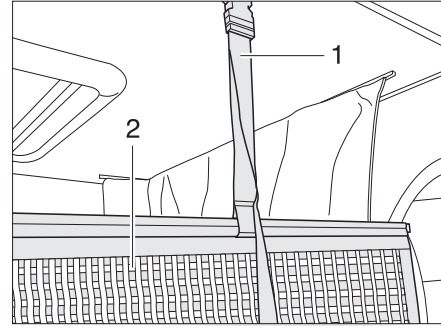

Fig. 174 Supporto rete protettiva
La rete protettiva (Fig. 174,2) con le cinghie di arresto è sistemata sotto il materasso. Fissare la rete protettiva soltanto dopo che le persone si sono stese nel letto basculante.
- Fare innestare le cinghie di arresto (Fig. 174,1) nei supporti sul soffitto.